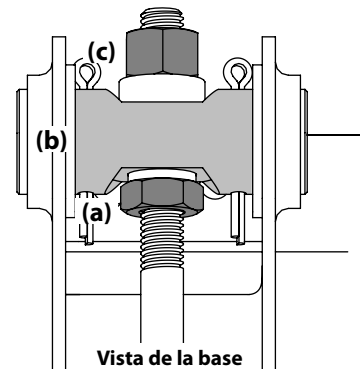

Figura 4-7
- Con una llave, eleve la parte delantera de la plataforma, para lo que debe aflojar las tuercas de seguridad (a) al frente del pasador de pivote (b) y luego ajuste las contratuercas (c) en la parte posterior de dicho pasador para elevar la parte delantera de la plataforma y sujetarla en su lugar. Vea la Figura 4-7.
- Con una llave, baje la parte delantera de la plataforma, para lo que debe aflojar las tuercas de seguridad (c) de la parte posterior del pasador de pivote (b) y luego ajuste la contratuerca (a) en el frente de dicho pasador para bajar el frente de la plataforma y sujetarla en su lugar. Vea la Figura 4-7.